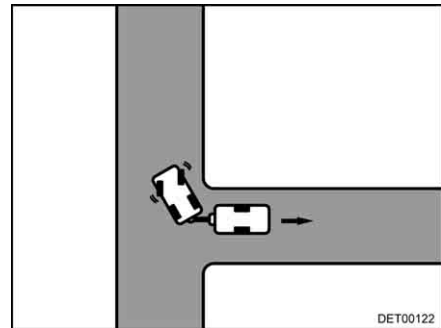

Fig. 15 Sterzare verso destra
- Sterzare verso destra e spostarsi con prudenza in retromarcia (Fig. 15).